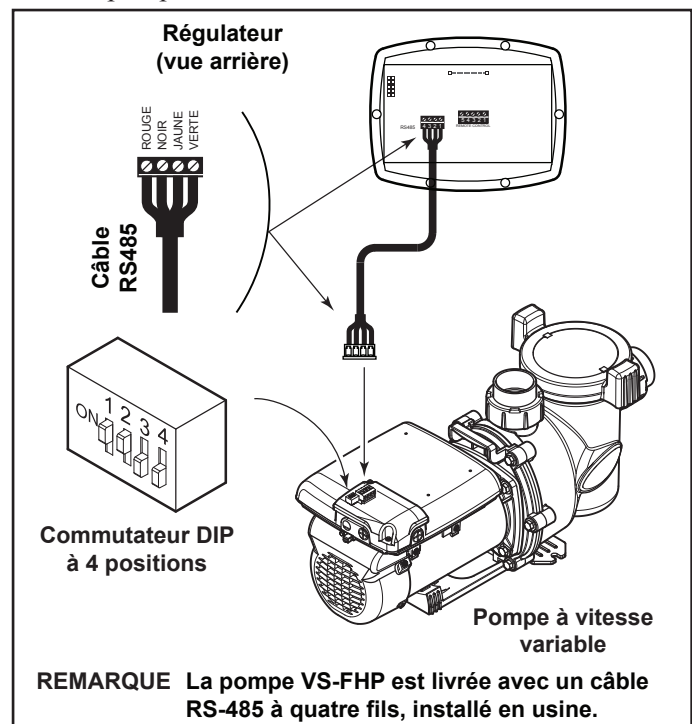

Figure 9. Câblage du régulateur à vitesse variable (JEP-R) vers la pompe VS-FHP
4. Fixer les quatre (4) fils dans le câble RS-485 vers le connecteur RS-485. Faire correspondre les couleurs de fil avec les positions sur le connecteur : 1 - rouge, 2 - noir, 3 - jaune et 4 - vert. Voir les figure 9.
6. Faire glisser les commutateurs DIP 1 et 2 vers le haut, de manière à ce qu'ils soient sous tension et les commutateurs DIP 3 et 4 vers le bas, de manière à ce qu'ils soient hors tension. Voir la Figure 9.
Tel qu'il est indiqué aux Figures 9 et 10, le commutateur DIP à quatre positions se situe à l'arrière de la pompe VS-FHP. Ce commutateur DIP remplit deux (2) fonctions : il choisit l'adresse de la pompe et détermine quel type de régulateur sera employé avec la pompe. Les tableaux ci-dessous montrent les configurations des commutateurs DIP.